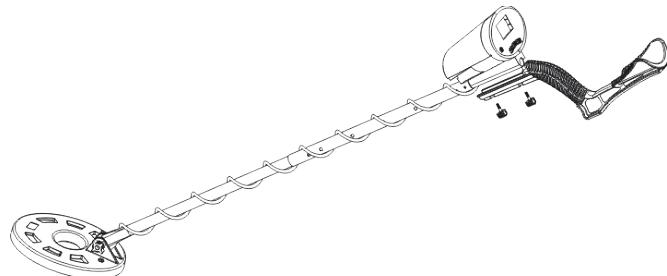

Fig. 1
1. Desserrez les boutons pousoirs triangulaires situés sous le panneau de commande, insérez le support et serrez les boutons triangulaires comme indiqué (voir figure 1).